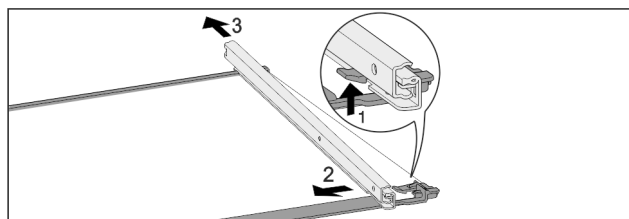

Fig. 139 Glassplate med skinner
- Trykk den fremre festespaken oppover. Fig. 139 (1)
- Skyv uttrekksskinnen til side Fig. 139 (2) og skyv bakover Fig. 139 (3) og bort.